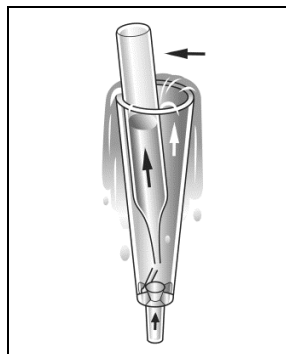

Abbildung 1
2. Die Vacu-vial-Ampulle mit der Spitze in das Entnahmerohr tauchen. Die Spitze abbrechen. Die Ampulle füllt sich, wobei sich eine Luftblase zum Vermischen bildet (Abb. 1).